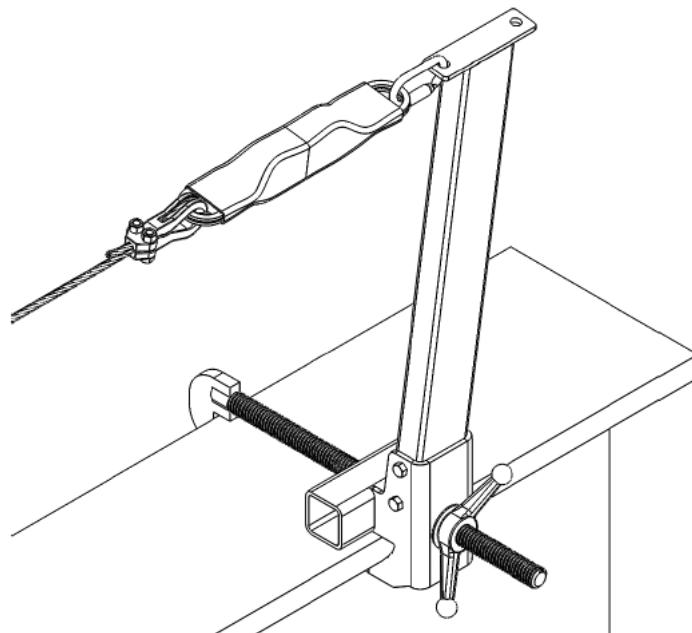

Figura 5
- (1) Ponga la tuerca de abrazadera en el extremo de la varilla roscada para que la abrazadera pueda abrirse por completo.
- (2) Oriente el ensamblaje del puntal de manera tal que el ala de la viga en I superior quede en la ranura de la base del puntal.
- (3) Apriete la varilla roscada con gancho para que el gancho se cierre alrededor del ala en el lado opuesto de la viga en I.
- (4) Apriete a mano la tuerca de abrazadera (figura 5) en la base del puntal para que el ensamblaje del puntal quede apretado en las alas de la viga en I.
- (5) Asegúrese de que el ala de la viga en I quede en contacto con la parte superior e inferior de la ranura de la base del puntal.
- (6) Asegúrese de que el lado opuesto del ala de la viga en I quede en contacto con la parte superior e inferior del agujero en el extremo de la varilla roscada.
- (7) Apriete la tuerca de abrazadera roscada hasta que la arandela elástica quede bien adherida.
- (8) Empuje y jale el ensamblaje del puntal en todas las direcciones para comprobar que haya quedado bien ajustado y no se mueva.